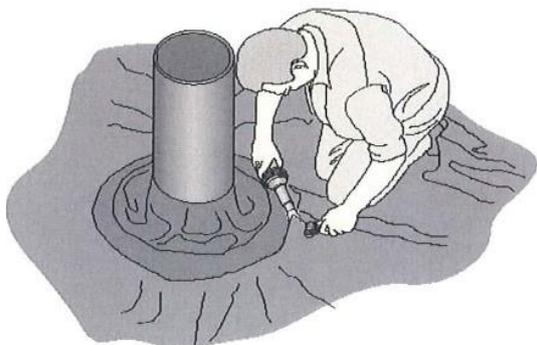

Figura 15
4. Inicie o processo de soldadura ou colagem, certificando-se que as superfícies a colar ou soldar se encontram plana, limpas e secas (Figura 15).